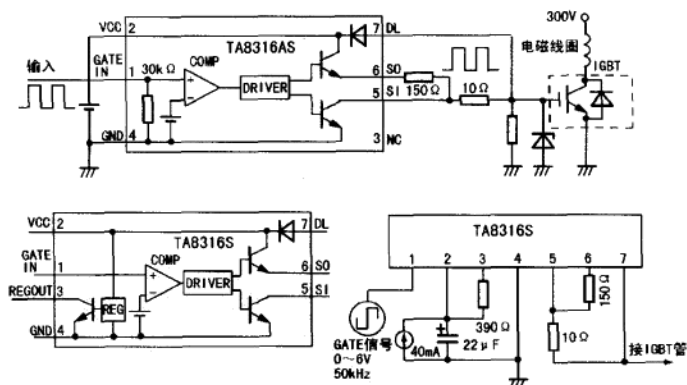

图 1-3
TA8316 分为 TA8316S 和 TA8316AS 两种型号, 两者的内部电路如图 1-3、图 1-4 所示。
从图 1-3 中可以看出, 两种型号的 IC 内部电路略有差别, TA8316AS 的③脚为空脚, 而 TA8316S 的③脚为电源保护端, ③脚和②脚之间接一只 390Ω 的电阻。当外电源高压串入集成块时, ③脚输出低电平, 将高压通过电阻短路到地, 从而保护 IC。虽然电路略有差异, 但两种型号可直接代换, ②、③脚间 390Ω 电阻可不接。